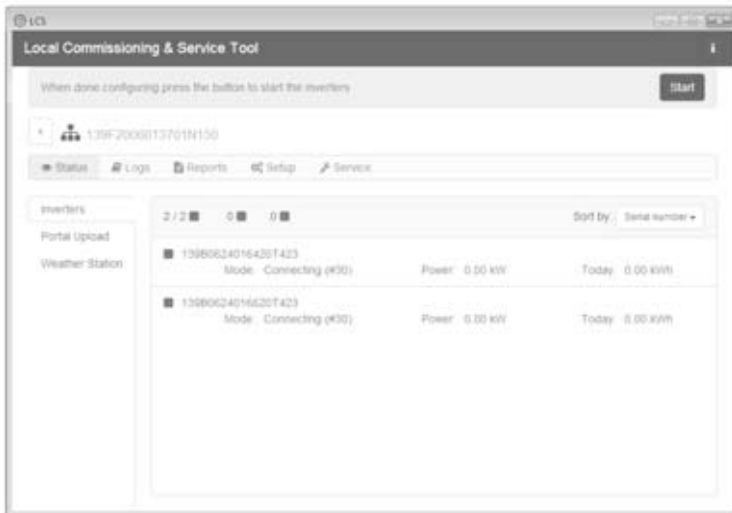

Figure 3.9 : Outil LCS - liste de tous les onduleurs connectés au gestionnaire d'onduleur
9. Un carré vert identifie les onduleurs mis en service. Cependant, les onduleurs ne se connectent pas au réseau tant que l'ordre de démarrage « Start » n'a pas été émis dans la barre située en dessous du menu supérieur. Voir figure 3.9